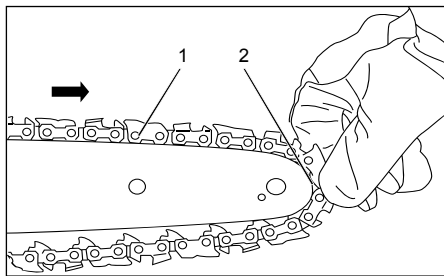

Рис. 5
3. Уложите пильную цепь 1 в паз 2, расположенный по периметру шины (рис. 5).
3. После регулировки цепи закрутите прижимную ручку 1 (рис. 5) по часовой стрелке. Убедитесь в надежности соединения.